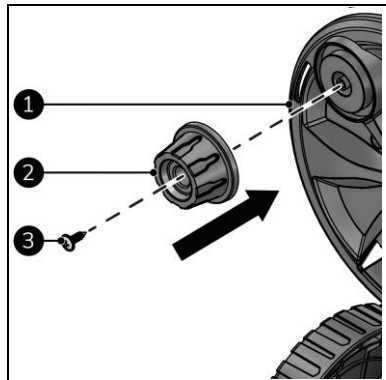

Figure 9
1. Fixez la poignée (figure 9, pos. 2) à l'enrouleur de tuyau haute pression (figure 9, pos. 1) à l'aide de la vis autotaraudeuse ST4,8x16 (figure 9, pos. 3).